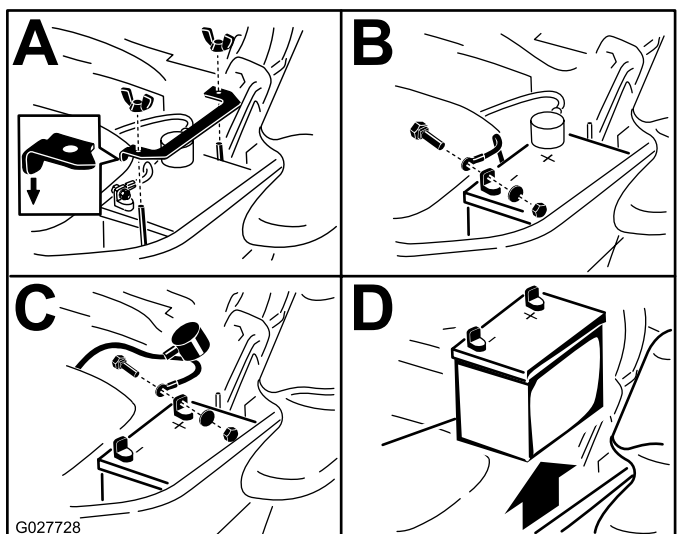

Figura 63
3. Rimuovete la batteria come illustrato nella Figura 63.
**Nota:** Posizionate la batteria nel vassoio, con i poli in posizione opposta al serbatoio idraulico (Figura 63).